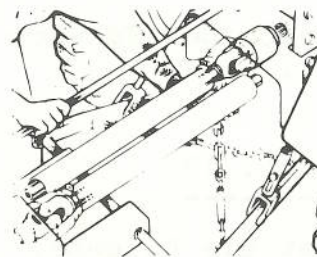

Abb. 9
2. Die Gelenkwelle soll beim Einpassen nur um das Stück gekürzt werden, was als wirkliche Differenz ermittelt wurde. (Abb. 9)